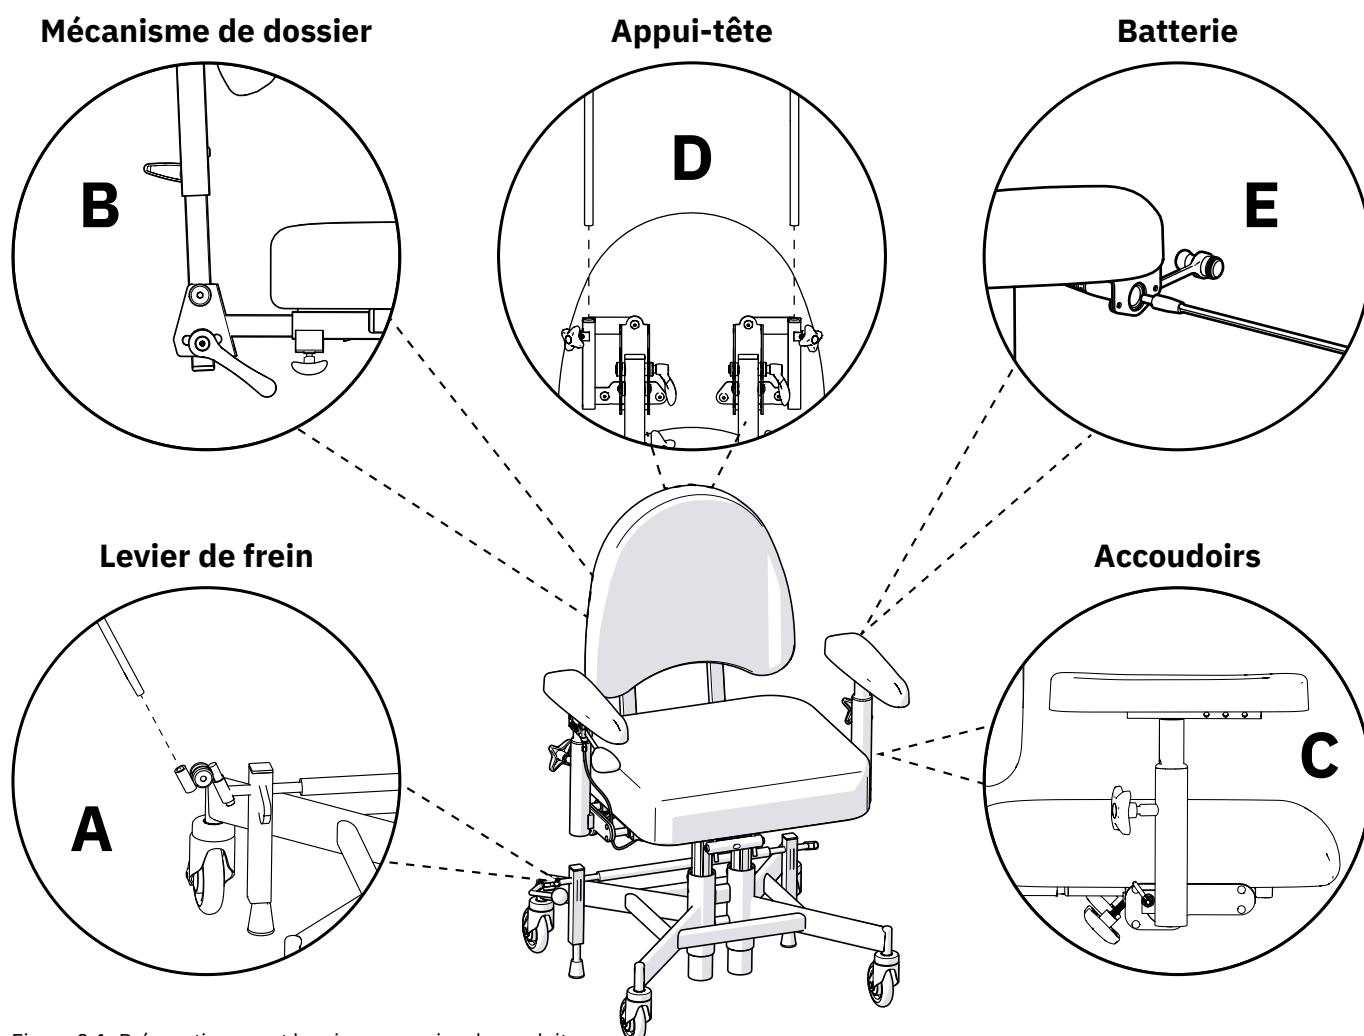

Figure 2.1. Préparation avant la mise en service du produit.
Insérer le levier de frein dans le support du levier de frein (A), voir figure 2.1. Le levier de frein peut être placé sur le côté droit ou gauche.
Insérer les montants du dossier dans le dispositif d'escamotage du dossier (B) et ajuster à la hauteur souhaitée (voir figure 2.1). Resserrer toutes les manettes (B).
Desserrer les manettes d'accoudoir (C) et ajuster à la hauteur et à la largeur souhaitées (voir figure 2.1). Resserrer toutes les manettes (C).
Si le produit est livré avec un appui-tête, insérer le mécanisme de l'appui-tête dans le support du dossier (D) et ajuster à la hauteur souhaitée (voir figure 2.1). Resserrer toutes les manettes (D).
Avant la première utilisation, la batterie des modèles électriques doit être activée et/ou chargée. Pour ce faire, il faut brancher le chargeur de batterie à la prise de charge du produit et à une prise murale (E), voir figure 2.1. La prise de charge peut être placée à différents endroits sur le produit. Le plus souvent, le produit est livré avec la prise de charge montée à l'arrière de l'accoudoir gauche.